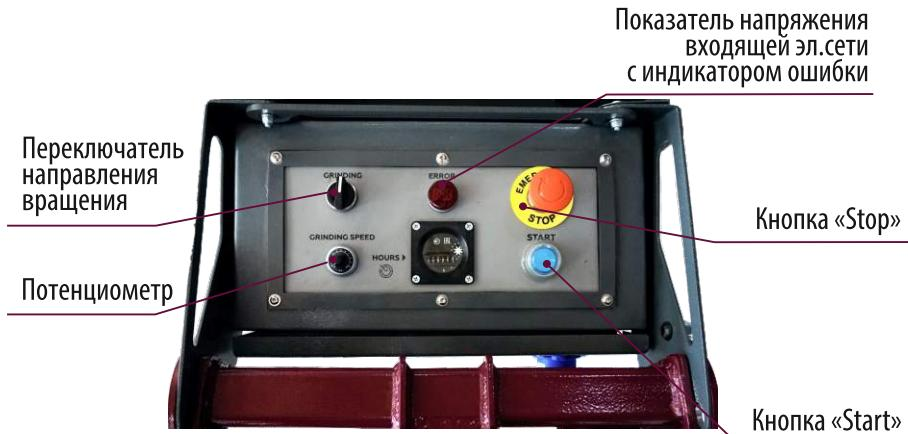

Рис. 2 Схема расположения кнопок управления
Схема расположения кнопок управления приведена на рис. 2.
- Кнопка «Stop» с фиксатором (Рис. 2) используется только для аварийной остановки машины при возникновении неисправности, наезде на предметы, препятствия или людей. Эта кнопка прерывает подачу питания.